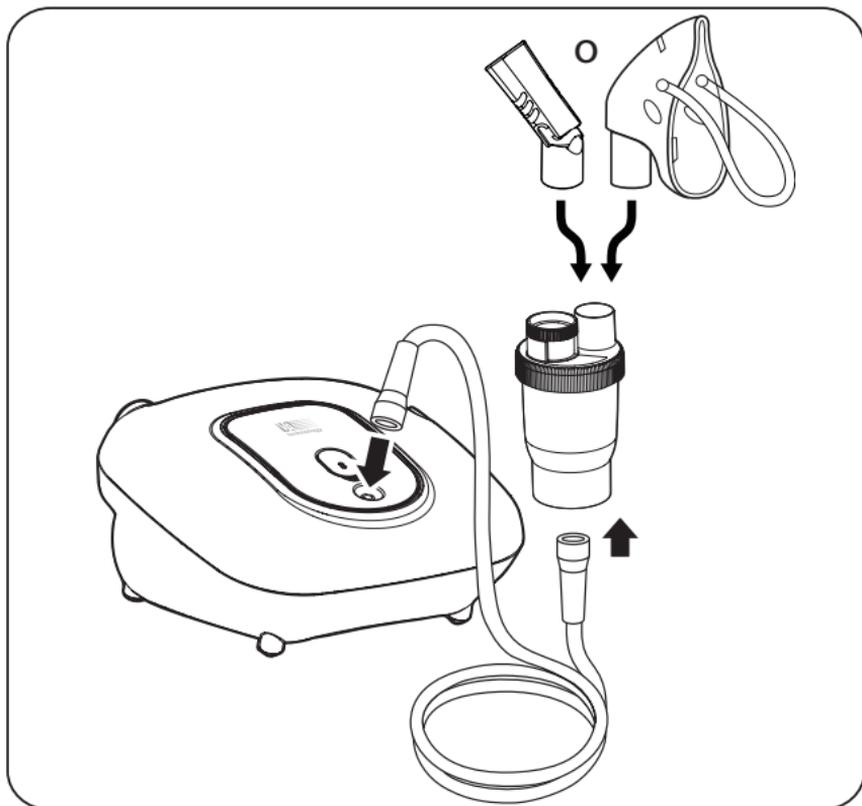

Figura 2: Montaje de los accesorios
1. Unir un extremo del conector del tubo de aire a la salida de aire del nebulizador (3).
2. Unir con cuidado el extremo opuesto del conector del tubo de aire en la Ampolla nebulizadora. Ver Figura 2.